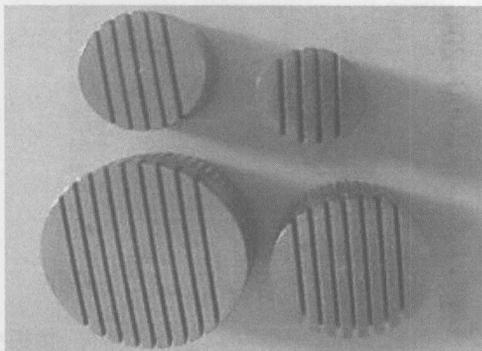

图 1-8 排气系统
- 排气系统：在注射过程中，为将型腔内的空气及塑料制品在受热和冷凝过程中产生的气体排出而开设的气流通道。排气系统通常是在分型面处开设排气槽，有的也可利用活动零件的配合间隙排气，如图 1-8 所示。